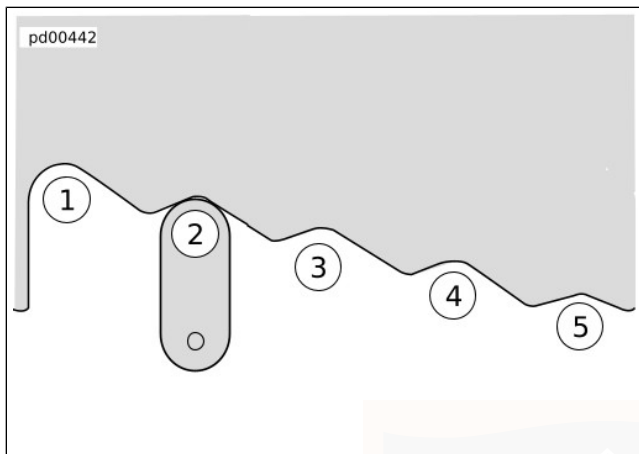

Figura 22. Posizioni della camma di regolazione della precarica degli ammortizzatori (tipico)
- **Ammortizzatori a cinque posizioni:** Vedere Figura 22. Non girare la camma della precarica oltre la posizione cinque (5) fino alla posizione (1) o dalla posizione uno (1) fino alla posizione (5).
- **Ammortizzatori a tre posizioni:** Non girare la camma della precarica oltre la posizione tre fino alla posizione uno o dalla posizione uno (1) fino alla posizione tre.
** Vedere Figura 22.